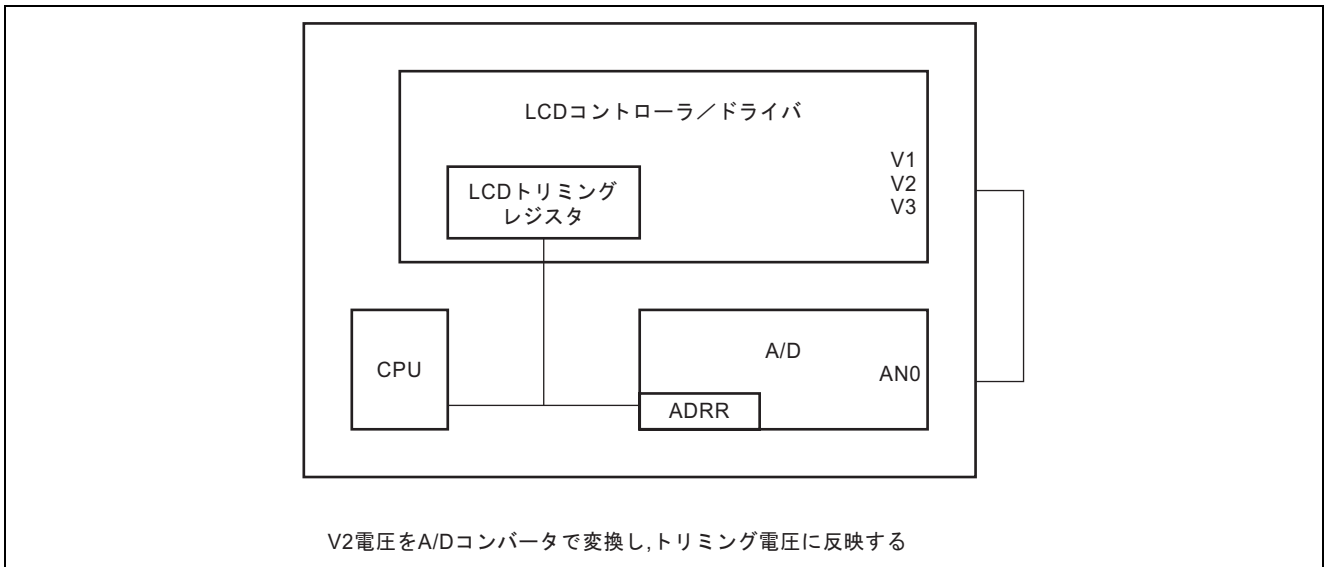

図 1 A/D コンバータを使用した自動トリミング
4. 図 1 に示すように 3V 定電圧電源回路と A/D コンバータを使用して 3V 定電圧電源回路の出力電圧のトリミングを行います。